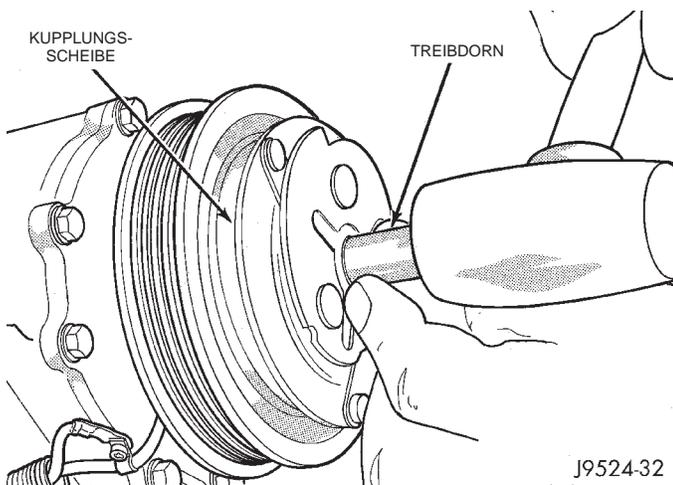

Abb. 27 Kupplungsscheibe mit Treibdorn einbauen
(6) Den Wellenkeil und die alten Beilegscheiben auf der Kompressorwelle einsetzen.
(7) Kupplungsscheibe mit dem Treibdorn C-6463 einbauen (Abb. 27). Die Sechskantmutter eindrehen und mit einem Anzugsmoment von 14,4 N·m (10,5 ft. lbs.) festziehen.